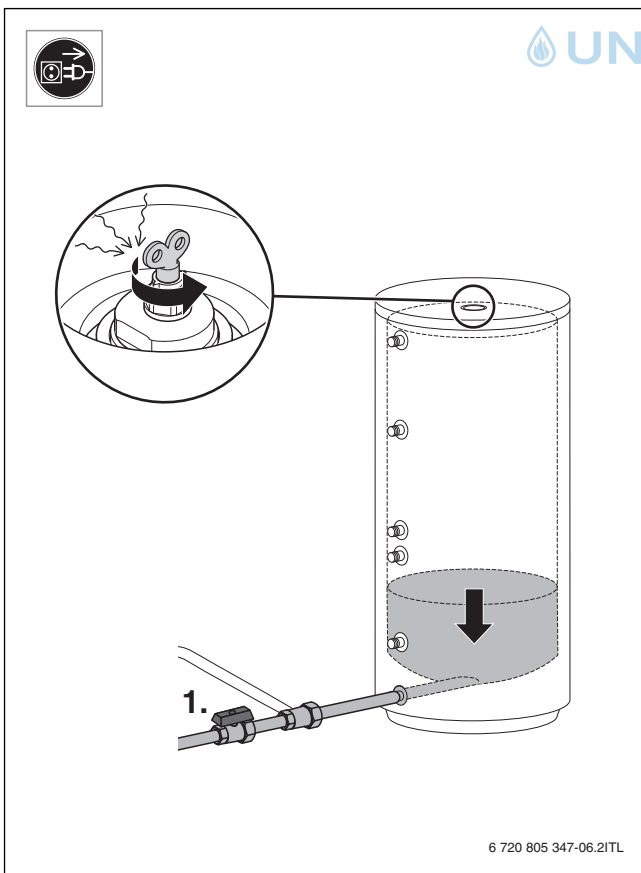

Fig. 20
- ▶ Speicher entleeren (→ Fig. 20, Seite 12).